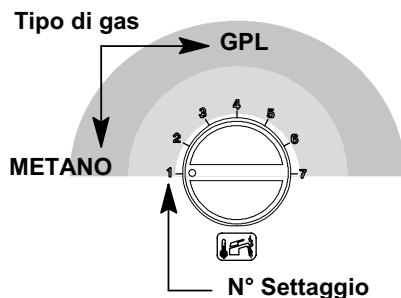

Fig. 8.6
- Per cambiare il settaggio ruotare la manopola regolazione temperatura sanitaria 10 e posizionarla sulla posizione prescelta, vedi anche Fig. 8.6.